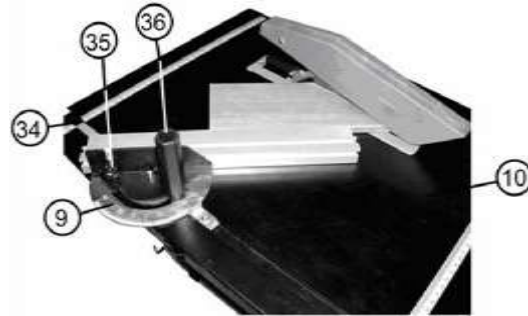

Рис.7
10.6.1. Установите упор для косо́го и поперечного пиления (9) в паз (34) рабочего стола (10), Рис.7.
10.6.2. Ослабьте два винта (35), установите направляющую (8) в зависимости от высоты заготовки. Закрепите винты (35), Рис.7.
10.6.3. Поверните ручку (36) против часовой стрелки, ослабьте фиксацию упора для косо́го и поперечного пиления (9). Поворотом упора для косо́го и поперечного пиления (9) вокруг оси по шкале транспортера установите требуемый угол пиления. Поворотом ручки (36) по часовой стрелке зафиксируйте положение упора для косо́го и поперечного пиления (9), Рис.7.
11.3. Комбинированное пиление (Рис.7,8,9)